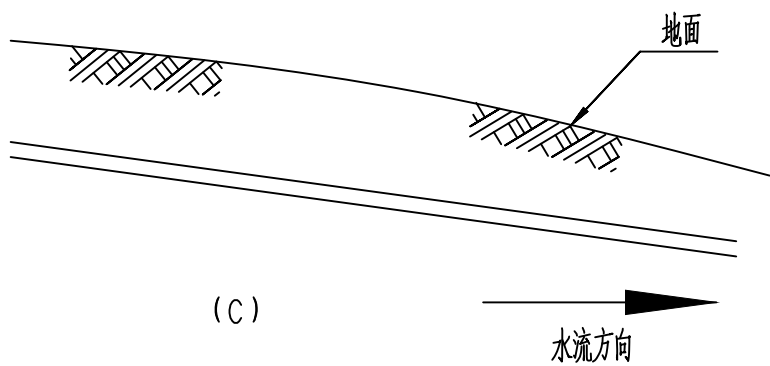

图1 室外负压污水管敷设示意图
- (1) 当地面自然坡度≤0.2%时，负压收集管以不小于0.2%的坡度向下敷设。管道需提升时，采用提升弯形式向上提升。连续提升时，提升弯之间的水平距离不应小于6m，且不应大于100m。负压收集管累积提升不超过4m。
- (2) 当地面自然坡度>0.2%时，负压收集管敷设坡度采用地面自然坡度。
- 室外负压污水管敷设方式，详见下图1，其中，